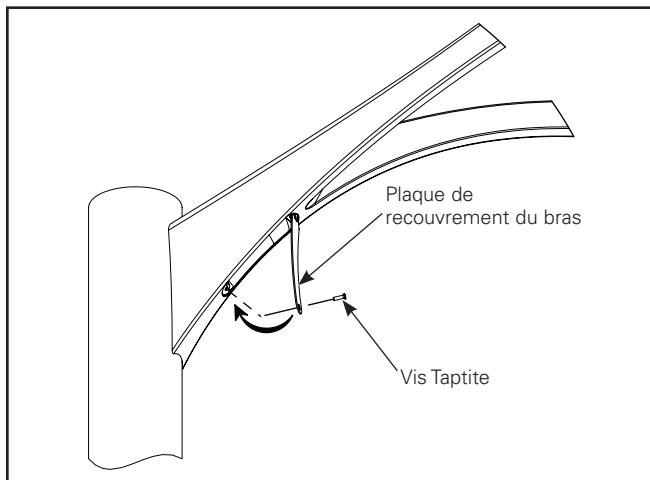

Figure 6.
**Install wire junction cover plate (Figure 6)**
### Installation de la plaque de recouvrement sur la boîte de jonction des fils (Figure 6)